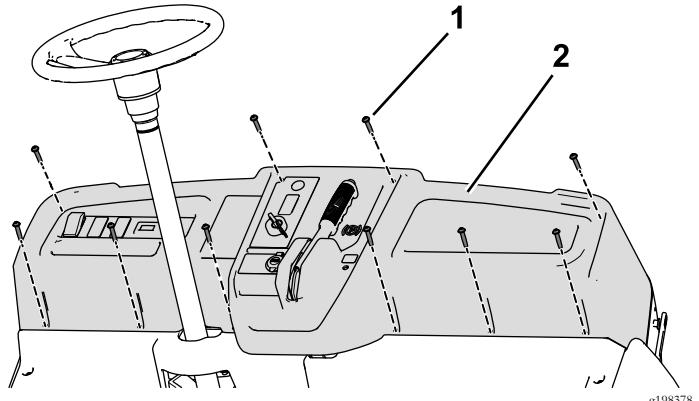

Figura 62
3. Retire os 10 parafusos ($\frac{1}{4}$ x $1\frac{1}{4}$ pol.) para remover parcialmente o painel de instrumentos e desligue o travão de estacionamento (Figura 62).